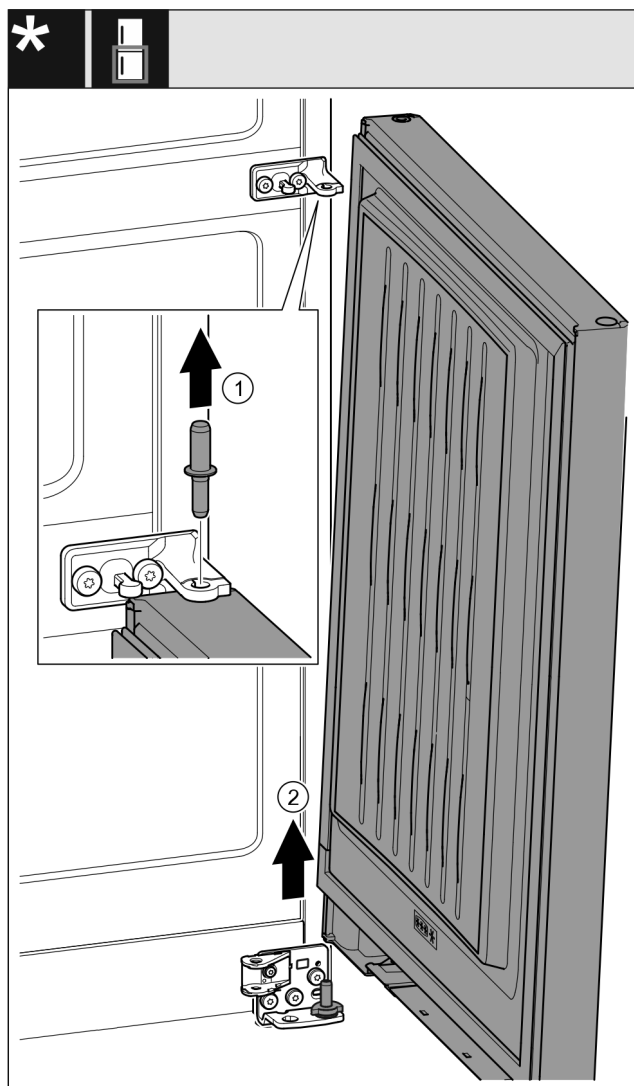

Fig. 32 带减震器*
- 向上拉出螺栓 Fig. 32 (1)。*
- 冰箱门 Fig. 32 (2)向外旋转，向上拉出后放在旁边。*